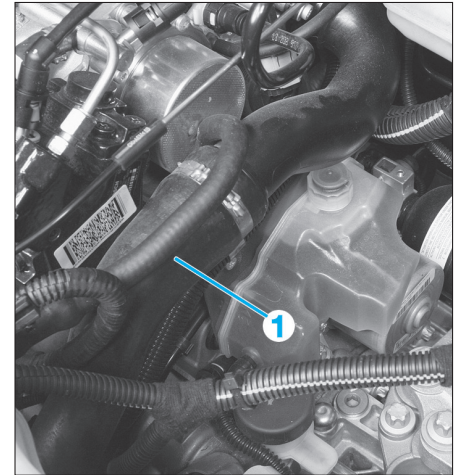

Fig. 36
- Déposer la durite d'admission d'air (1) (Fig.36).